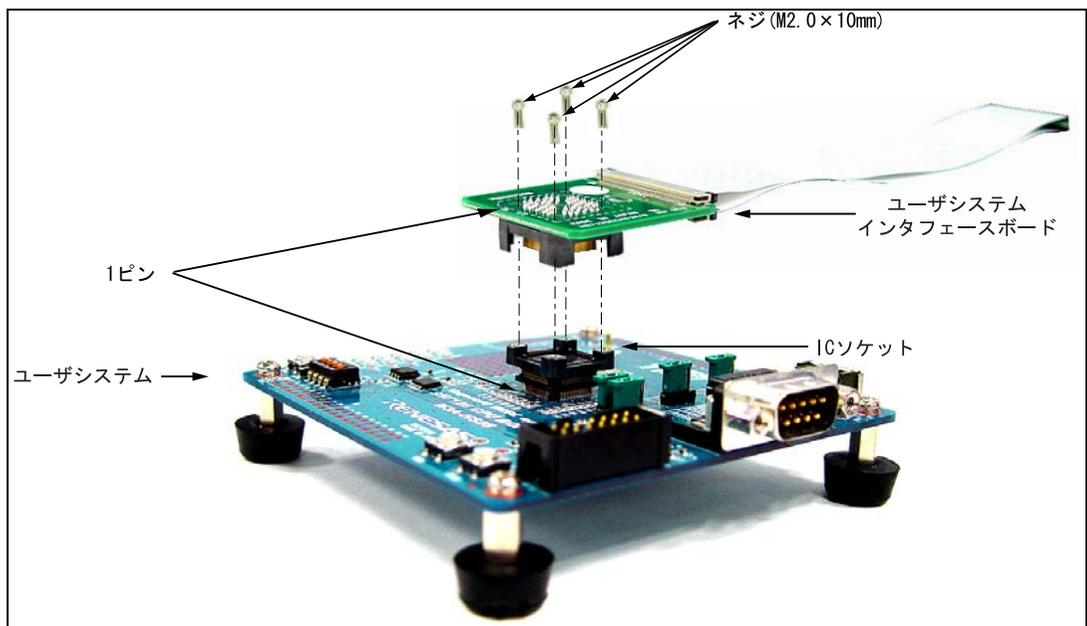

図 2.5 ユーザシステムへの接続
2. ユーザシステムインタフェースボードを、ユーザシステム上の IC ソケットに 1 ピンの位置を確認した上で差し込みます（図 2.5 参照）。